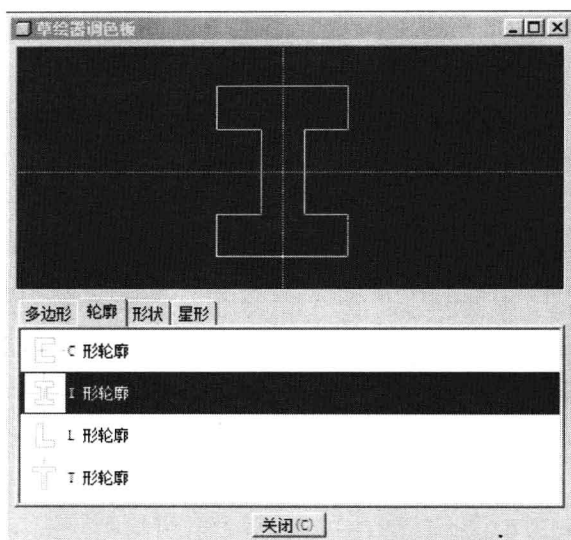

图 1-10 草绘调色板
(6) 在草绘器下提供了常用的草绘截面,如工字、L 形、T 形截面,并且可以根据客户需要自定义截面进行保存,以便将来使用,大大提高了草绘截面的效率,如图 1-10 所示。